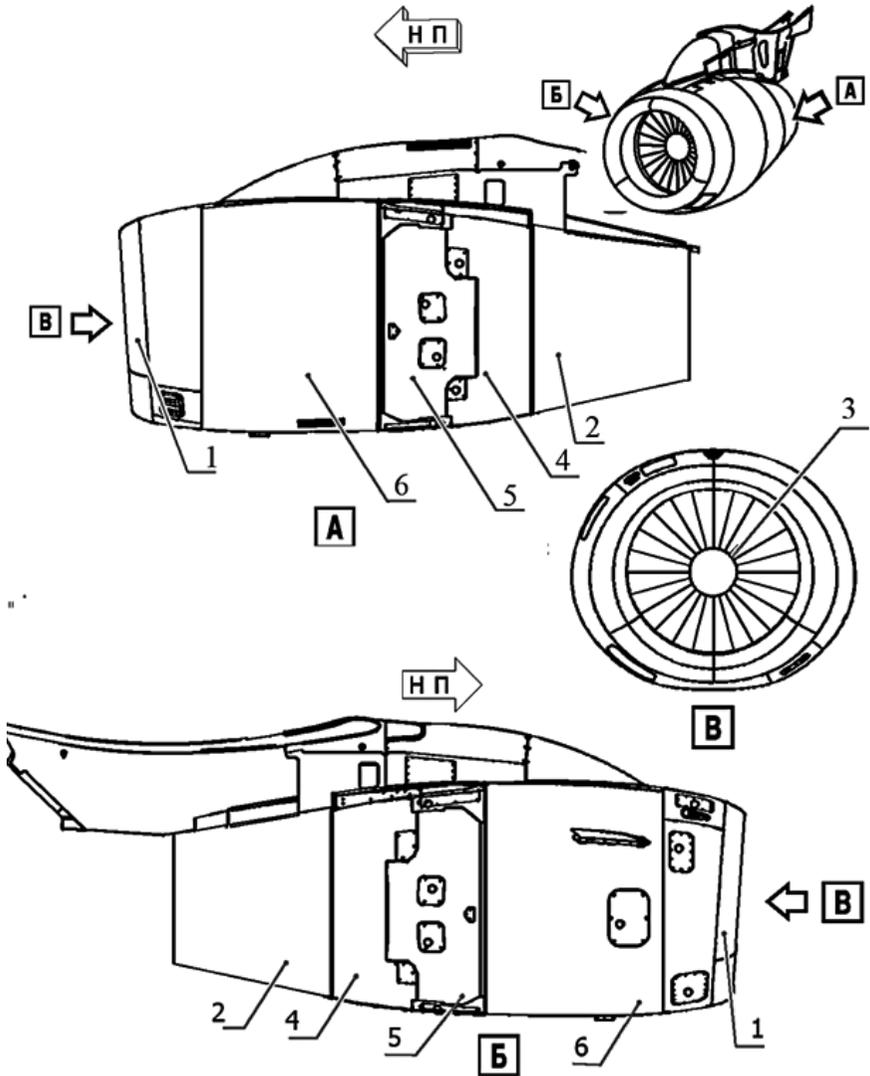

Рис. 33. Зонный осмотр силовых установок и пилонов (зоны 410, 420, 430, 440).
7.34 Зонный осмотр силовых установок и пилонов (зона 400) (рис. 33)